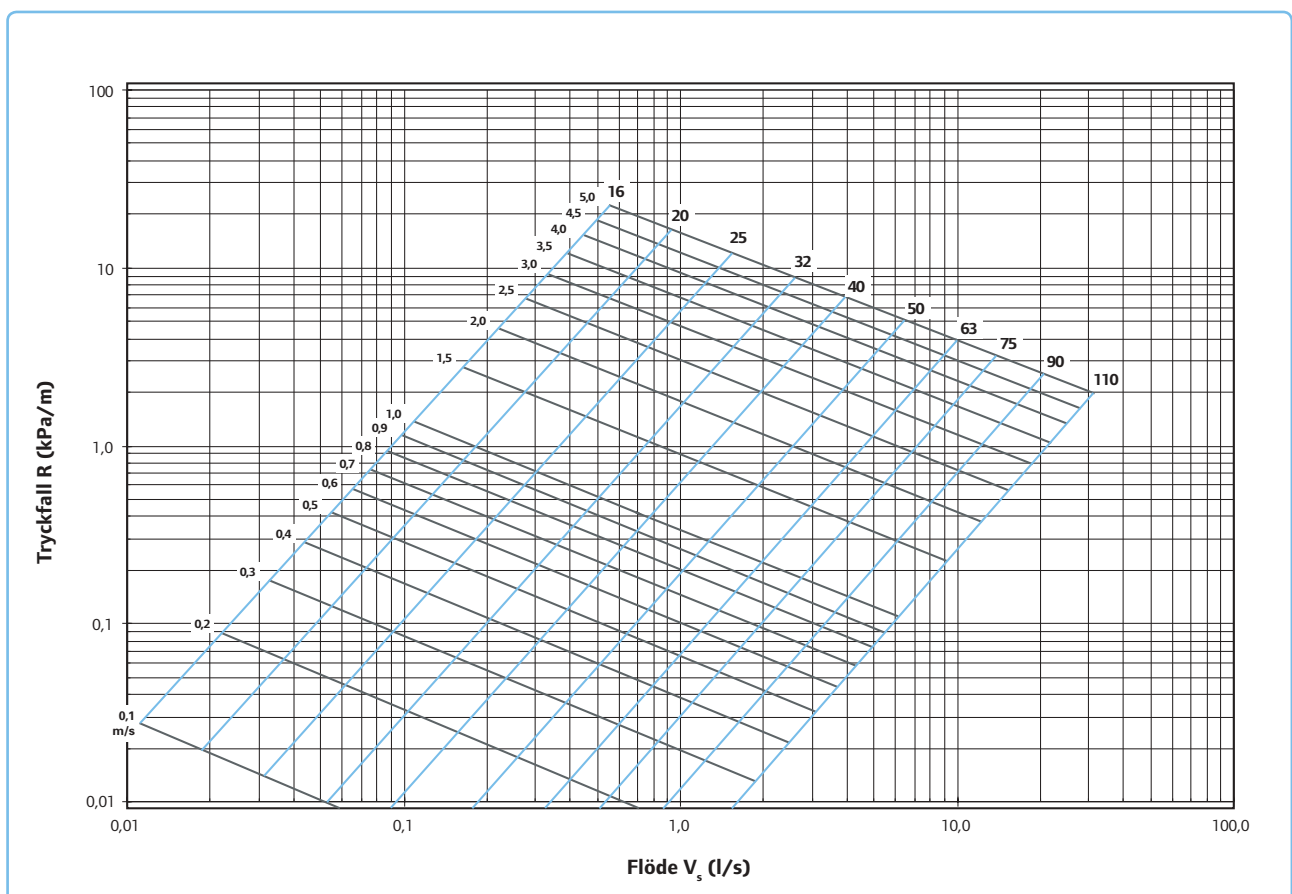

Bild 7.
12) och bild 7 (sid 13). Enligt tabell 3 bestäms sannolikt flöde (q) på basis av summan av normflödena (Q) och den största vattenarmaturens normflöde (q_1). Det sannolika flödet är mindre än summan av normflödena eftersom sannolikheten för samtidig användning av flera vattenarmaturer har tagits med i beräkningen. I tabell 3 anges också flödeshastighet och tryckfall per meter för olika rördimensioner vid olika sannolika flöden. Tabell 2 (sid 11) visar en jämförelse mellan Unipiperör och kopparrör med avseende på flödeshastighet och tryckfall vid olika normalflöden.
Värmekretsarna och deras flöden bestäms på basis av beräknade effektbehov för uppvärmning och valda tillopps- och returvattentemperaturer. Rördimensioner och olika kretsars tryckfall bestäms utgående från effektbehoven och flödena med hjälp av tabell 5 (se nedan) och bild 7 (sid 13). För beräkning av tryckfall i olika kopplingsdetaljer används koefficienterna för engångsmotstånd i tabell 4 (sid 13). Tabell 6 (se nedan) visar dimensionsjämförelser mellan Unipiperör och stålrör samt Unipiperör och kopparrör.
Kylkretsarna och deras vattenströmmar fastställs på basis av effektbehovet för kylning och valda tillöpps- och returvattentemperaturer. Rördimensioner och tryckfall i kretsarna bestäms utgående från vattenströmmarna och med hjälp av bild 7 (sid 13). För beräkning av tryckfall i olika kopplingsdetaljer används koefficienterna för engångsmotstånd i tabell 4 (sid 13). Vid dimensioneringen skall hänsyn tas till inverkan av vätskeblandningens viskositet. Kontakta Uponor för närmare information.